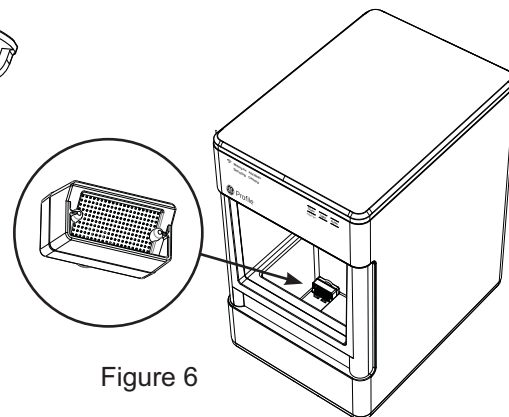

Figure 6
- Désinstallez tous les filtres accessoires et remplacez le tamis à mailles fourni avec l'appareil. (Figure 6).